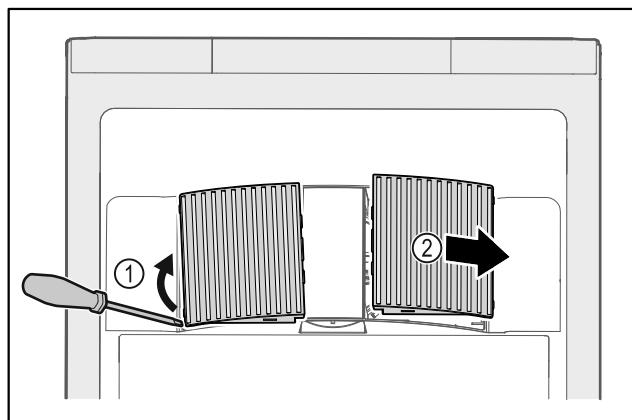

Fig. 199
- Кожух вентилятора обережно підважити зі сторони Fig. 199 (1) і витягнути рухом вперед Fig. 199 (2).